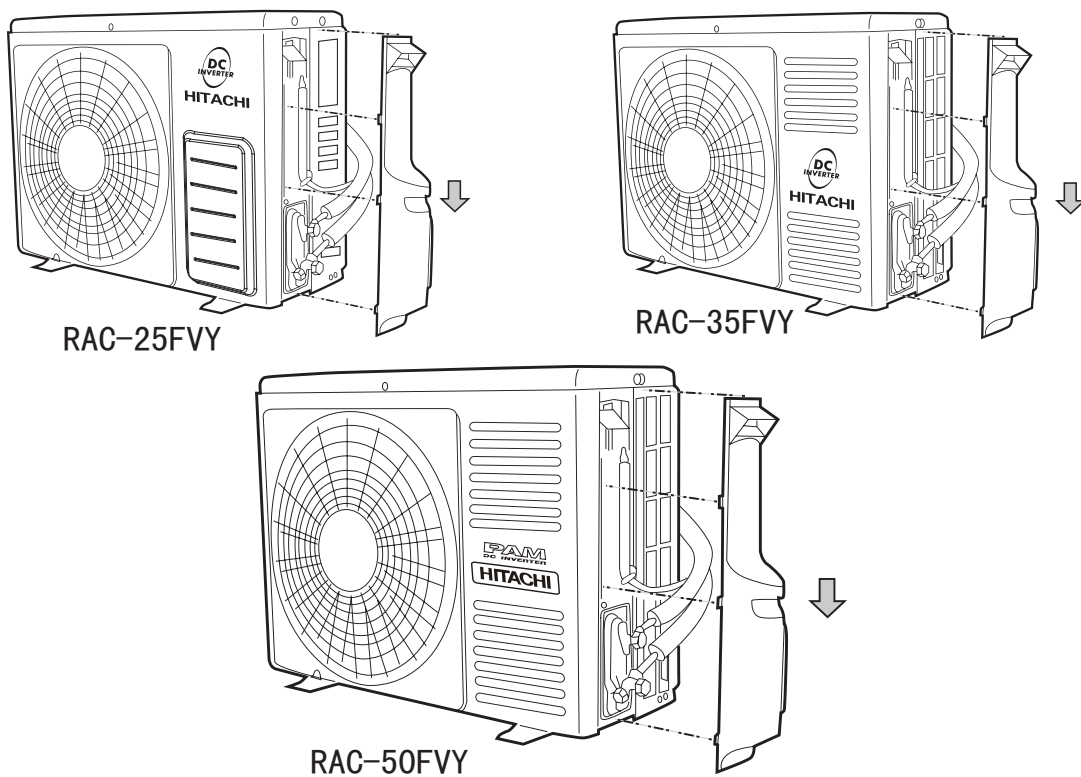
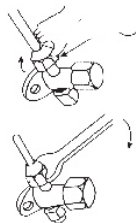

图21
图22
- (1) 将右侧板上边盖拆开。(如图21)
- (2) 将截止阀树脂封帽拆开。
- (3) 在截止阀与管的喇叭口处涂少许润滑油，然后按图22所示拧紧纳嘴。
- (4) 按图22所示用扳手牢固地将纳嘴扳紧，扭矩力按表 (5) 规定执行。